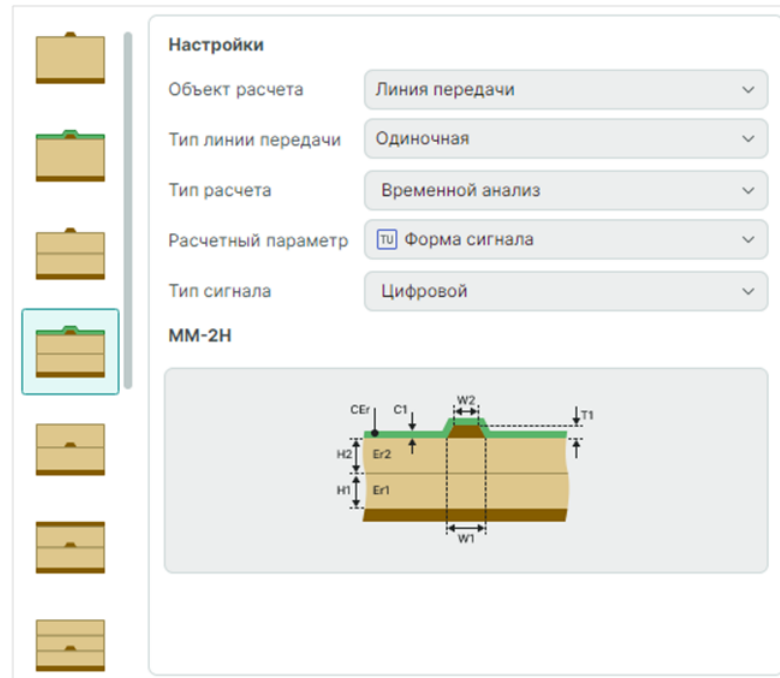

Рис. 99 Настройки расчета «Форма сигнала»
1. Определите стартовые настройки расчета (Рис. 99):